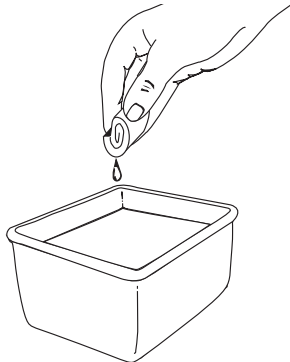

Fig. 29
3. Lave el filtro con agua y detergente (Fig. 29). Enjuague bien el filtro y déjelo secar.